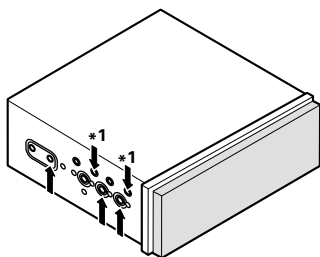
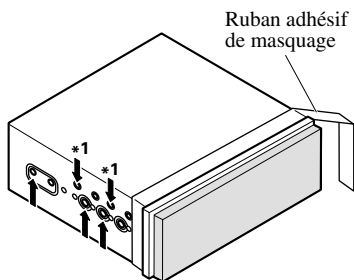
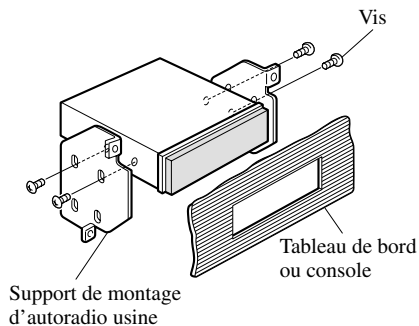

Fig. 17
Fig. 18
Fig. 19
- Fixation de l'appareil au support de montage d'autoradio pourvu par l'usine. (Fig. 17) (Fig. 18) (Fig. 19)